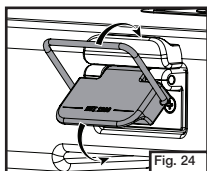

Fig. 24
- Fermez le couvercle et fixez-le avec le loquet. (Fig. 24)